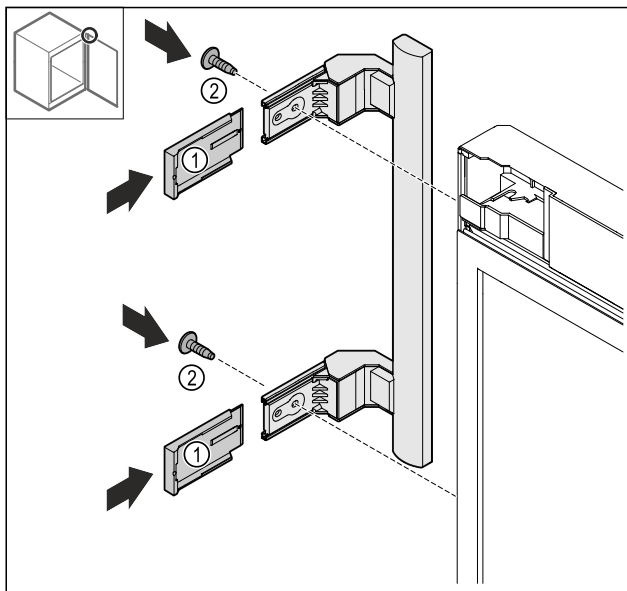

Fig. 26
- Afdekkingen Fig. 26 (1) terugplaatsen.